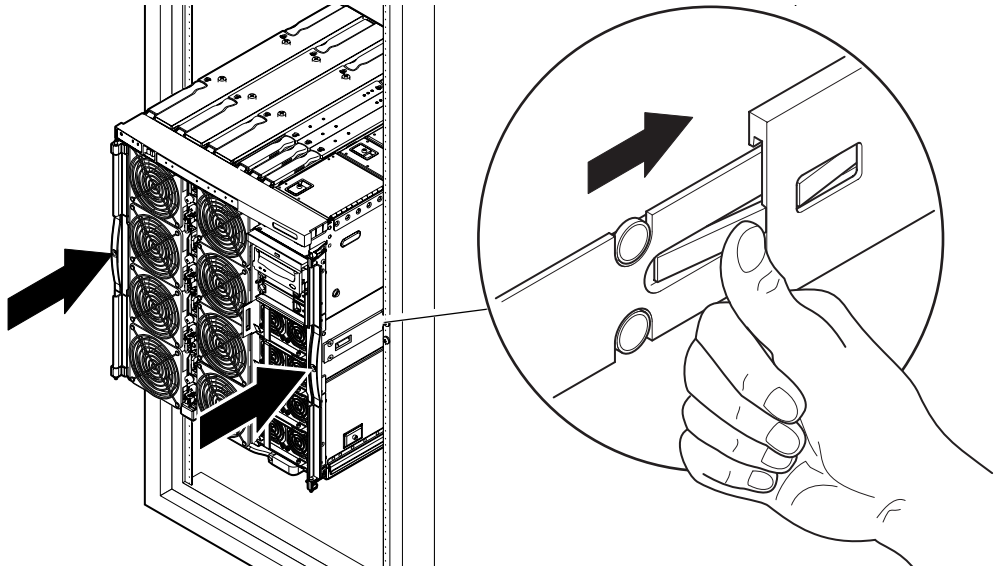

图 1-11 将系统推入系统机柜
11. 按压两侧滑轨的绿色插销，将系统推入机柜（图 1-11）。